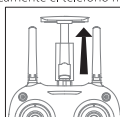
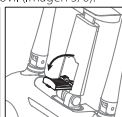

Imagen 3
Imagen 4
1. Levante el clip en el teléfono móvil (Imagen 3). Primero, abra el clip (Imagen 4), luego tire del clip hacia la posición donde se puede colocar el móvil.